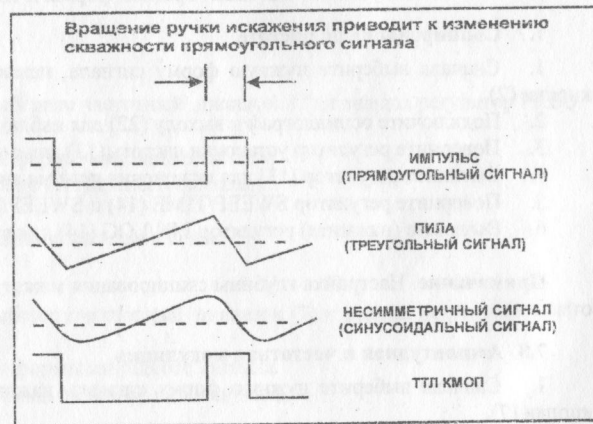

Рис. 3
3. При установлении регулятора DUTY в левое положение отношение положительного состояния к отрицательному не должно быть ниже 80:20. Прямоугольный сигнал может трансформироваться в импульсный, треугольный – в пилообразный, синусоидальный – в несимметричный синусоидальный. На рис.3 показано, как настраивать регулятор DUTY для получения нужной формы сигнала.